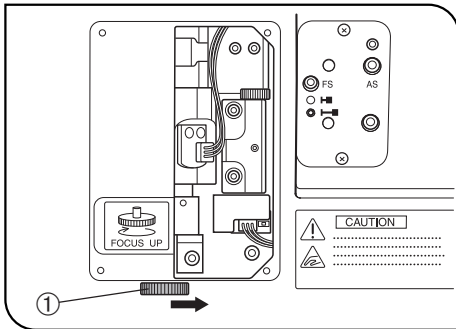

Fig. 3
- Ponga el interruptor principal en "O" (OFF), extraiga el panel derecho del iluminador con un destornillador Phillips y gire el mando manual ① del interior del panel en la dirección opuesta a la que se muestra en la figura (es decir, hacia la derecha) para bajar el revólver portaobjetivos. (Fig. 3)